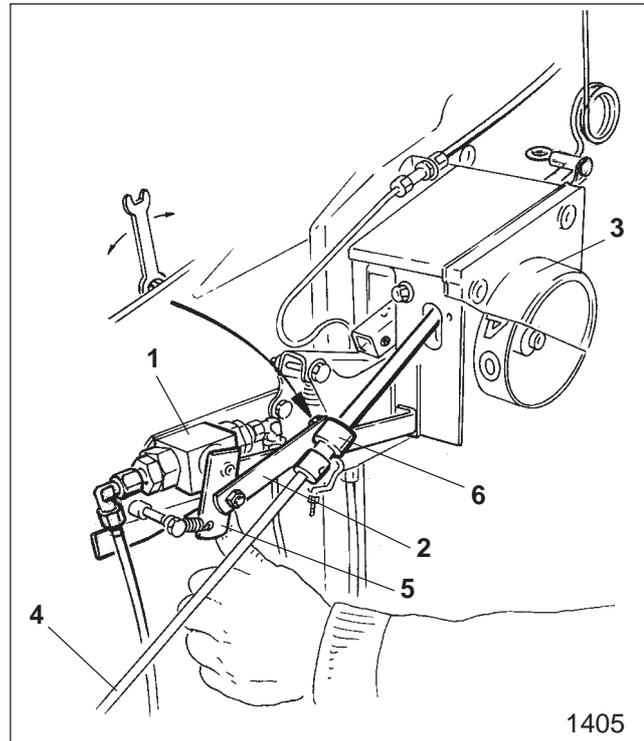

Fig. 19.5
Der Hydraulikzylinder des Fahrgassenmarkiergerätes wird von einem Steuerventil (Fig. 19.5/1) gesteuert. Das Steuerventil (Fig. 19.5/1) ist über eine Schaltstange (Fig. 19.5/2) mit dem Schaltkasten der Särad-Fahrgassenschaltung verbunden.
Das Steuerventil (Fig. 19.5/1) ist bei Lieferung so eingestellt, dass es einwandfrei schaltet:
- In Stellung "0" des Schaltkastens (Fig. 19.5/3)
- wird die Zugstange (Fig. 19.5/4) angezogen
- ist der Hebel (Fig. 19.5/5) des Steuerventiles nach vorne geschaltet
- schaltet der Hebel (Fig. 19.5/5) des Steuerventiles nach hinten
- Schaltkasten (Fig. 19.5/3) in Schaltstellung "1" bringen
- den Hebel (Fig. 19.5/5) des Steuerventiles von Hand ganz nach hinten drücken und den zuvor gelösten Stellring (Fig. 19.5/6) fest anziehen.